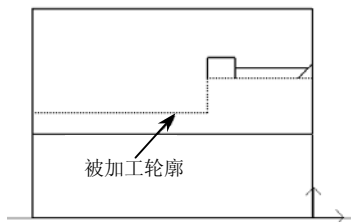
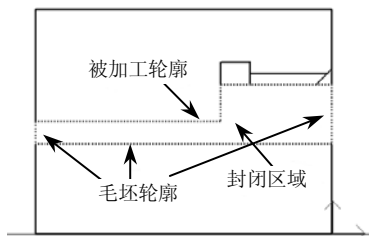

图 6-75 拾取被加工表面轮廓
图 6-76 拾取毛坯轮廓
刀，具体参数如图 6-75 所示。
(2) 拾取加工轮廓 当单击“粗车参数表”对话框中的“确定”按钮后，在状态栏中系统提示拾取被加工工件表面轮廓，单击立即菜单，在其下拉菜单中选取“单个拾取”方式，拾取被加工工件表面轮廓，如图 6-75 所示，然后单击右键结束被加工工件表面轮廓的拾取。系统提示拾取毛坯轮廓，仍然“单个拾取”方式依次选取如图线段，如图 6-76 所示，然后单击右键结束毛坯轮廓的拾取。